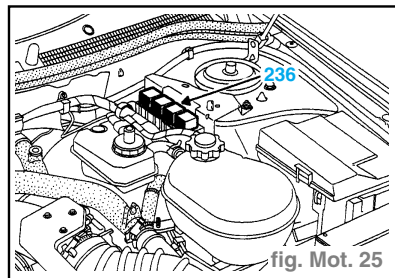

fig. Mot. 25
- Shunter les bornes (3) et (5) du relais de pompe (236). (fig. Mot. 25)